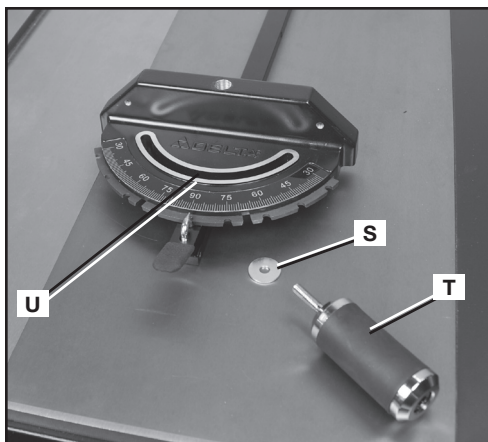

FIG. 15
1. Enfiler la rondelle (S) fig. 15 sur la tige filetée au bout de la poignée du guide d'onglet (T).